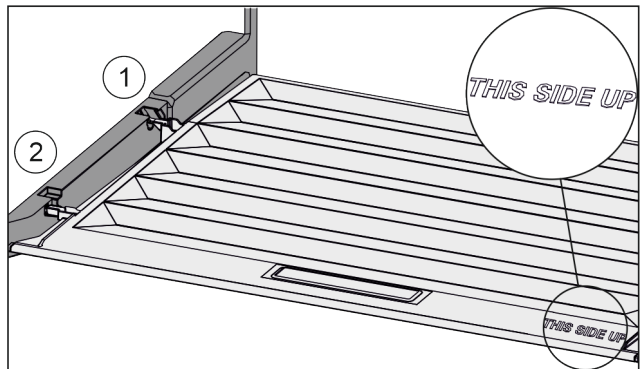

Fig. 60
- ▶ Вставити поперечні ребра через отвір заднього тримача Fig. 60 (1) і зафіксувати спереду у тримачі Fig. 60 (2).